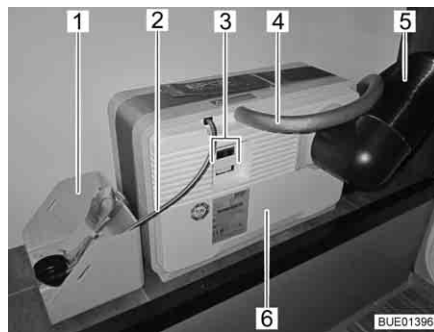
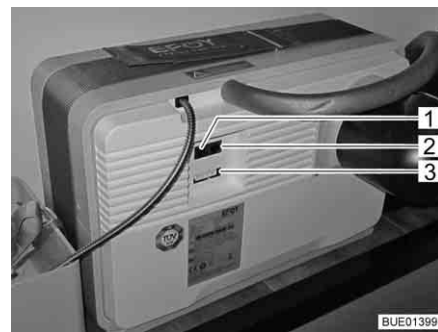

Fig. 135 Pile à combustible avec cartouche de réservoir
Fig. 136 Champ de raccordement de la pile à combustible
La pile à combustible se constitue de plusieurs composants qui sont intégrés dans le coffre arrière (Fig. 135), ainsi que d'une unité de commande (Fig. 137) situé dans l'espace habitable.
La pile à combustible (Fig. 135,6) comporte :
- Le raccordement du tuyau d'évacuation d'air (Fig. 135,4) ou l'orifice de remplissage du Service Fluid
- le tuyau de dissipation de la chaleur (Fig. 135,5)
- les branchements électriques (Fig. 135,3) avec interface de données (Fig. 136,2), raccordement de l'appareil (Fig. 136,3) raccordement pour le panneau de commande (Fig. 136,1)
La pile à combustible comporte une cartouche de réservoir qui est reliée à la pile à combustible (Fig. 135,6) par le raccordement du réservoir (Fig. 135,2).
La cartouche de réservoir est immobilisée dans la fixation de la cartouche (Fig. 135,1).